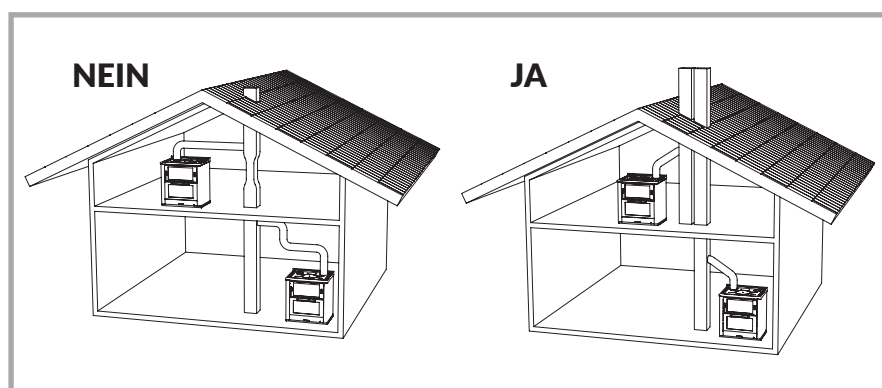

Abb. 6 - Beispiele für falsche und richtige Ausführung des Rauchabzugs
Der Rauchabzug muss, unter Berücksichtigung der allgemeinen Umgebungs- und Umweltbedingungen, für den Anschluss des ausgewählten Holzherdes geeignet sein. Sein Querschnitt muss so dimensioniert sein, dass der Rauch ohne Schwierigkeiten aus dem Herd abziehen kann. Bei Überdimensionierung würde sich der Rauchabzug nicht schnell genug erwärmen, was Kondenswasserbildung sowie schlechten Rauchzug zur Folge haben könnte. In Tabelle 1 ist der empfohlene Durchmesser für den Rauchabzug, je nach Höhe des Schornsteins (H) angegeben. Die Höhe des Rauchabzugs muss so bemessen sein, dass ein optimaler Rauchabzug für das ausgewählte Herdmodell garantiert wird. Je höher der Rauchabzug, desto besser ist der Rauchzug. Bei einer Höhe unter 4 Metern ist ein einwandfreier Betrieb des Herdes nicht gewährleistet. Abgasrohre dürfen keine gewundenen oder waagrechten Abschnitte aufweisen und müssen immer mit Steigung zum Schornstein hin montiert werden; die Anzahl der Rohrbögen ist auf ein Minimum zu beschränken. Abb. 6 zeigt einige Beispiele für die richtige und falsche Ausführung des Rauchabzugs.